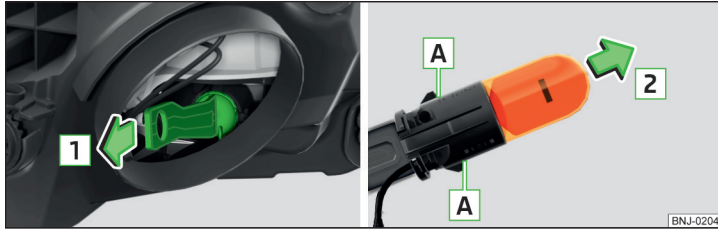

Abb. 214 Glühlampe für Blinklicht wechseln
- › Den Sockel mit der Glühlampe mit Wackelbewegungen in Pfeilrichtung **1** » Abb. 214 herausziehen.